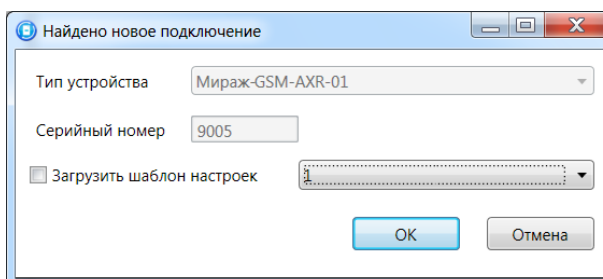

Рис. 5.9. Окно *Найдено новое подключение*
7. При подключении контроллера к ПК с запущенной программой *Конфигуратор Профессионал 4.6* появится окно *Найдено новое подключение* (рис. 5.9), в котором будут автоматически установлены параметры контроллера (тип и серийный номер). В этом окне также можно загрузить шаблон настроек контроллера, сохраненный ранее, установив соответствующий флажок и выбрав номер шаблона из раскрывающегося списка. Задав необходимые параметры, нажмите кнопку *ОК*. Подключение для настройки в режиме индивидуальной охраны (с запущенной на ПК программой *Конфигуратор Приват 1.1*) выполняется аналогично.